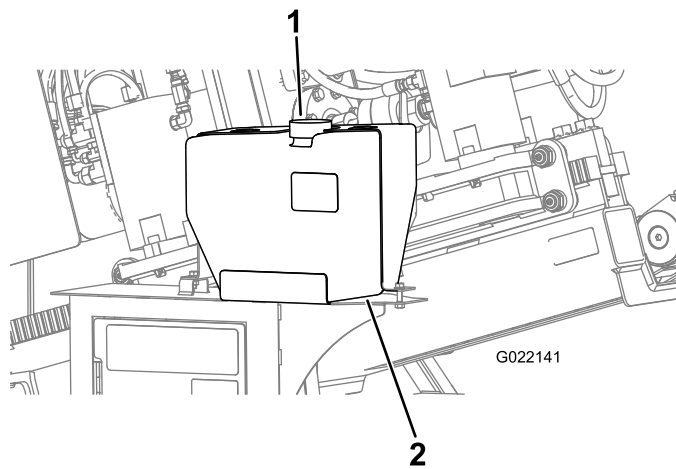

Figura 151
- D. Retire el tapón del depósito de anticongelante de la bomba de fluido de perforación (Figura 151).
- E. Asegúrese de que el depósito está lleno de anticongelante (Figura 151).
- C. Añada anticongelante al depósito según sea necesario (Figura 151).
5. Instale el tapón del depósito de anticongelante (Figura 151).